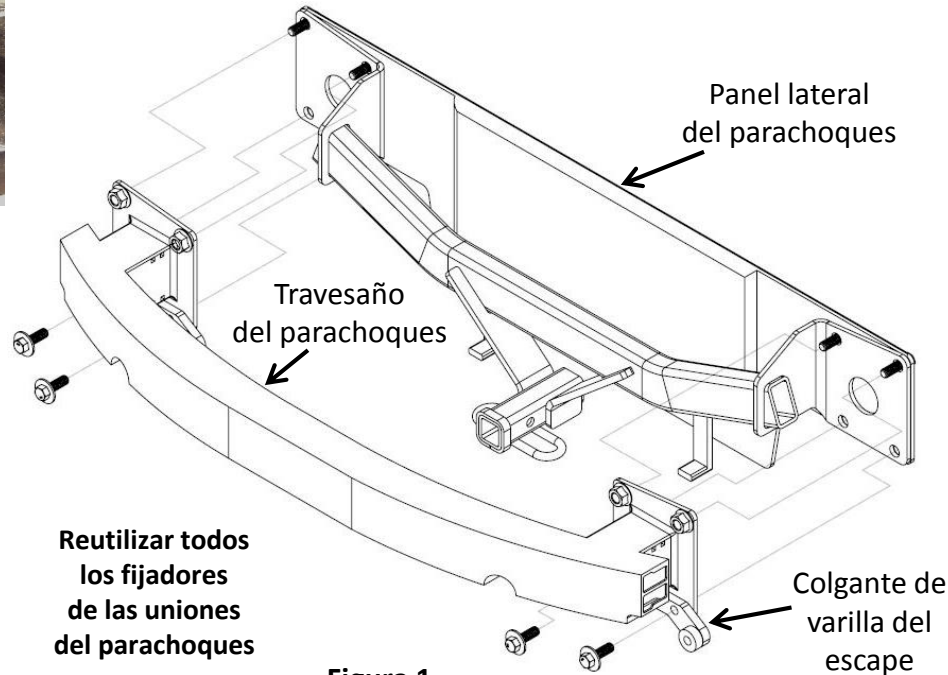

Figura 1
- Extracción del travesaño del parachoques:** Usar un cubo de 33 mm para quitar (2) tuercas mariposa y (2) pernos del travesaño del parachoques en cada lado, ver la **Figura 1**. Retirar con cuidado el travesaño del parachoques y los colgantes de la varilla del escape. Usar un soporte para evitar que el sistema del escape sufra daños.
- Instalación del enganche:** Levantar el enganche y alinear los 2 orificios superiores en el enganche con los vástagos en el panel lateral. Levantar el travesaño del parachoques y los colgantes de varilla del escape para poner el enganche en el medio, ver la **Figura 1**. Volver a usar las tuercas y pernos de brida.